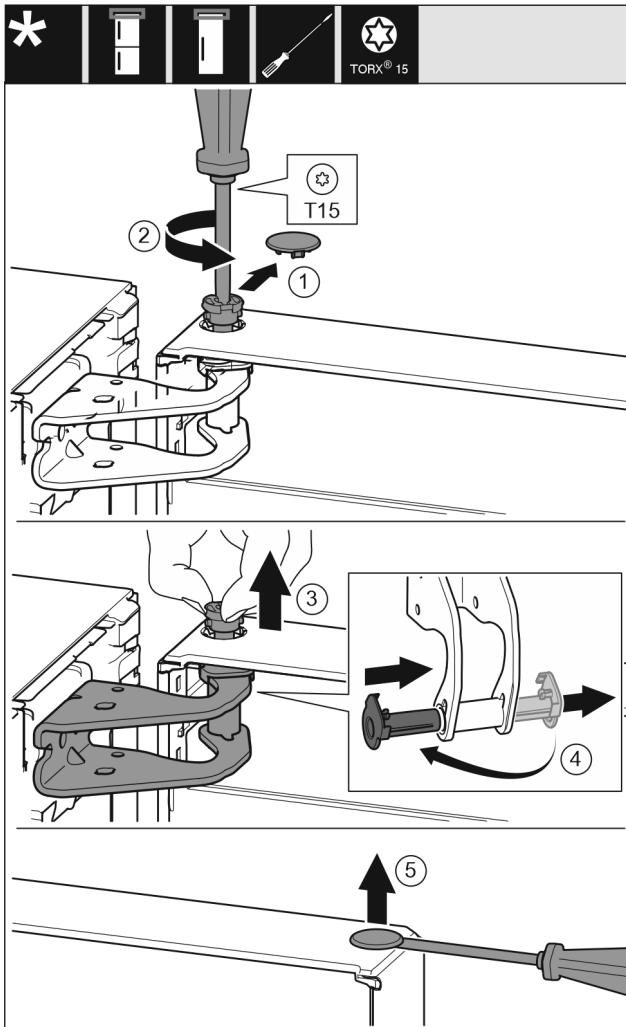

Fig. 7
- Oprezno skinite sigurnosni pokrov. Fig. 7 (1)
- Odvijačem T15 malo odvijte svornjak. Fig. 7 (2)
- Čvrsto držite vrata i prstima izvucite svornjak. Fig. 7 (3)
- Izvucite čahuru ležaja iz vodilice. Umetnute s druge strane i pustite da uskoči. Fig. 7 (4)
- Ravnim odvijačem oprezno podignite čep iz čahure ležaja vrata i izvucite ga. Fig. 7 (5)